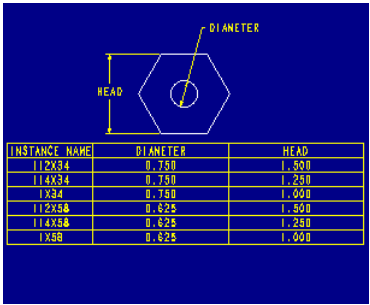

Abbildung 5
- Das Resultat sollte die Tabelle in Abbildung 5 sein. Durch diese Vorgehensweise können die einzelnen Spalten besser kontrolliert werden. Die Breite der Spalten und die Zahl der angezeigten Dezimalstellen können spaltenweise verändert werden.